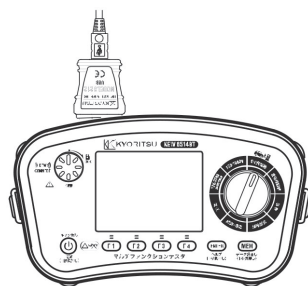

Fig. 16-2
- ②本製品の端子から測定コードを抜きます。
- ③MODEL 8212USBのプラグをパソコンのUSB端子に差し込みます。
- ④Fig. 16-2の様に本製品にMODEL 8212USBを差し込みます。
- ⑤本製品の電源を入れます。このとき、どのファンクションを選択していてもかまいません。
- ⑥あらかじめパソコンにインストールしておいた“KEW Report2”を立ち上げて、“Download” コマンドをクリックします。